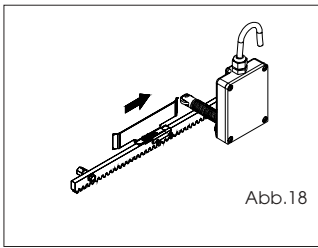

Abb.18
- 5) Das Feinblech auf der Zahnstange in die Öffnungsrichtung schieben (Abb. 18). Sobald sich die LED-Diode des Endschalters für den Öffnungsvorgang auf dem elektronischen Steuergerät ausschaltet, das Feinblech um weitere ca. 20-30 mm nach vorne versetzen und provisorisch mit den mitgelieferten Schrauben auf der Zahnstange befestigen.